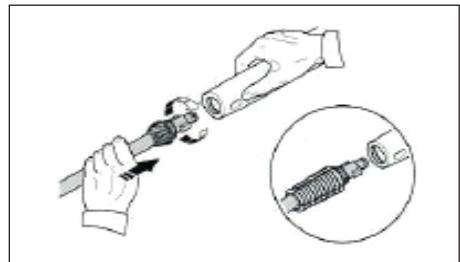

Figura 12 - Conecte la lanza a la pistola.
3. Conecte la lanza a la pistola (ver la figura 12).
8. Conecte la lanza a la pistola (ver la figura 12).
6. Conecte la lanza a la pistola (ver la figura 12).